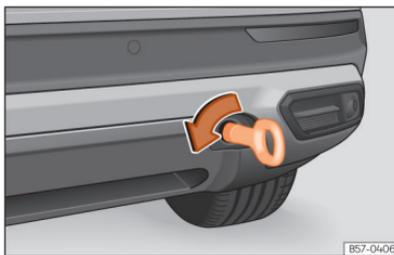

Abb. 196 Auf der rechten Seite des hinteren Stoßfängers: Eingeschraubte Abschleppöse.
- Drehen Sie die Abschleppöse **entgegen dem Uhrzeigersinn** so fest wie möglich in die Aufnahme »» [Abb. 196], »» ⓪. Verwenden Sie ein geeignetes Hilfsmittel, um die Abschleppöse festzuziehen.